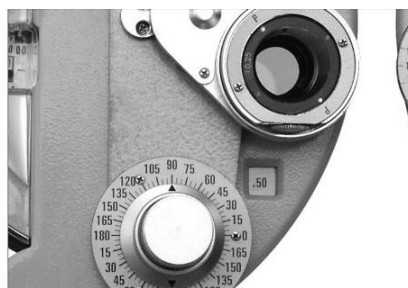

Fig.33
(1) Setati lentile cilindrice transversale ⑳ în fața ochiului drept al Testee și, rotind butonul de rotație ⑲ axial, pentru a-l alinia cu direcția axială a lentilei cilindrice (vezi Fig.33).